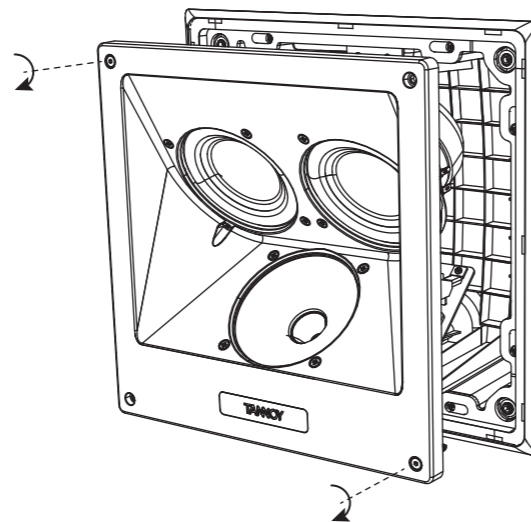

Fig. 20. Install the loudspeaker
- Installez le haut-parleur dans le boîtier arrière et fixez-le en place avec les vis (Fig.20).